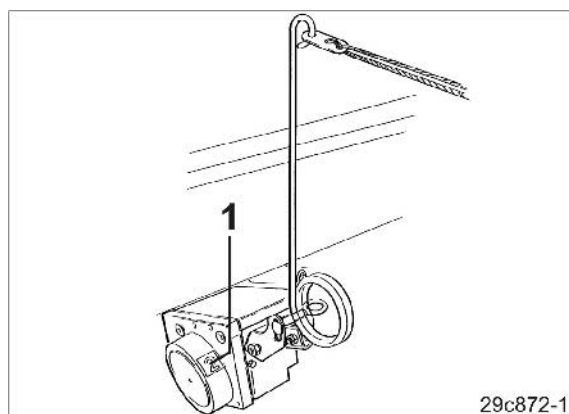

Рис. 87
- распределительная коробка была оснащена подходящим для этого делительным колесом (Рис. 87/1);